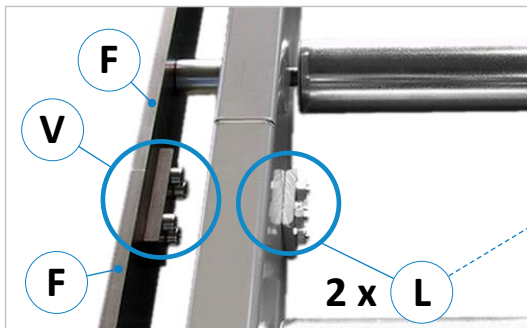

Abbildung 7: Flachstahl & Segmente verbinden
- Danach müssen die gelieferten Rollenbahn-Segmente auf der Vorder- und Hinterseite mit den beiden Verbindungslaschen (L) durch Verschraubung miteinander verbunden werden (siehe ⇒ Abbildung 7).
Die vertikal montierten Führungs-Flachstäbe (F) der Rollenbahn mit der angeschraubten Verbindungslasche (V) fest miteinander verschrauben (siehe ⇒ Abbildung 7). Beim Anbringen der Verbindungslasche (V) ist darauf zu achten, dass die Flachstäbe exakt bündig zueinander fluchten → Der Luftspalt zwischen den Flachstäben sollte so gering wie möglich sein.